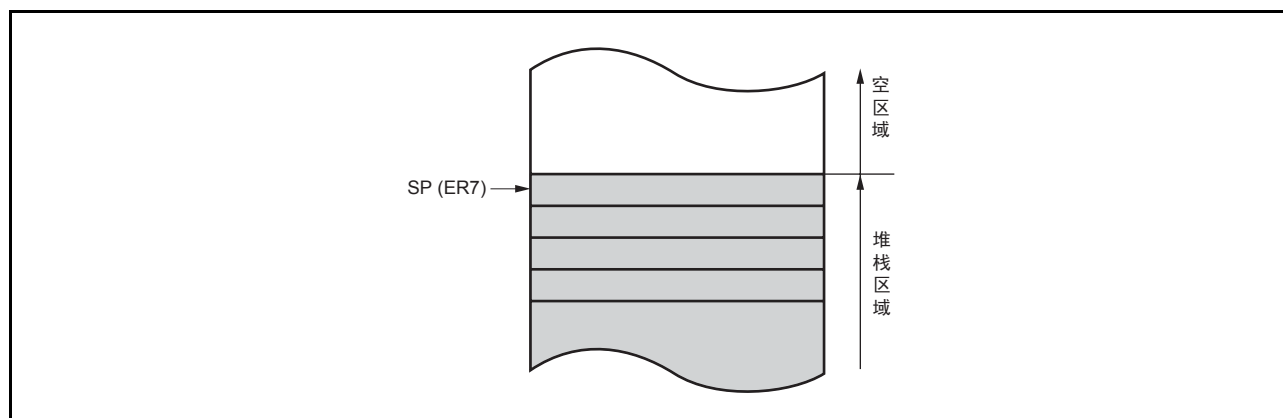

图 2.8 堆栈状态
通用寄存器 ER7 除了通用寄存器功能外，还增加了堆栈指针 (SP) 被隐含地用在异常处理和子程序转移等。堆栈状态如图 2.8 所示。